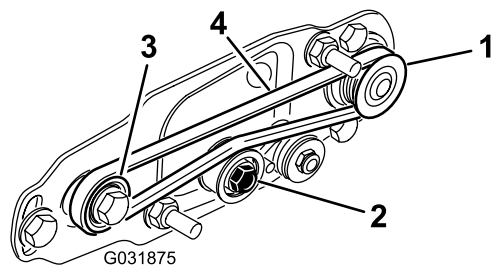

図 26
- A. 駆動プーリにベルトを掛け、次に、アイドルプーリの上部に掛ける 図 26。
- B. 受動プーリからベルトを掛け始める 図 26。